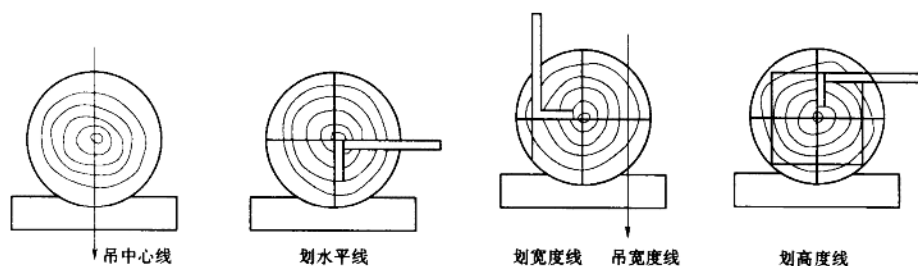
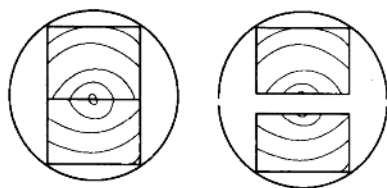

图 1-14 圆木制方法
图 1-15 破心下料法
(1) 圆木制作方木。先在圆木小头截面中央吊线锤画一条铅垂线,在中央铅垂线上找出一一点,将铅垂线分成二等分;然后过这一点,用角尺画出一条水平线,在水平线上量出方木宽度(左右各半),吊线锤画出方木宽度边线;再在中央铅垂线上量出方木高度(上下各半),用角尺画出方木高度边线,如图 1-14 所示。用同样的方法在大头端面画出方木四条边线(注意不要动圆木,以防两端边线扭转)。两端面画线后,连接两端面对应的棱角点,用墨斗弹出纵长墨线,依线锯割即可得到方木。如圆木直径较大,最好采取“破心下料”法,如图 1-15 所示,这样可消除因切向、径向两个方向收缩率不同而产生的裂纹。